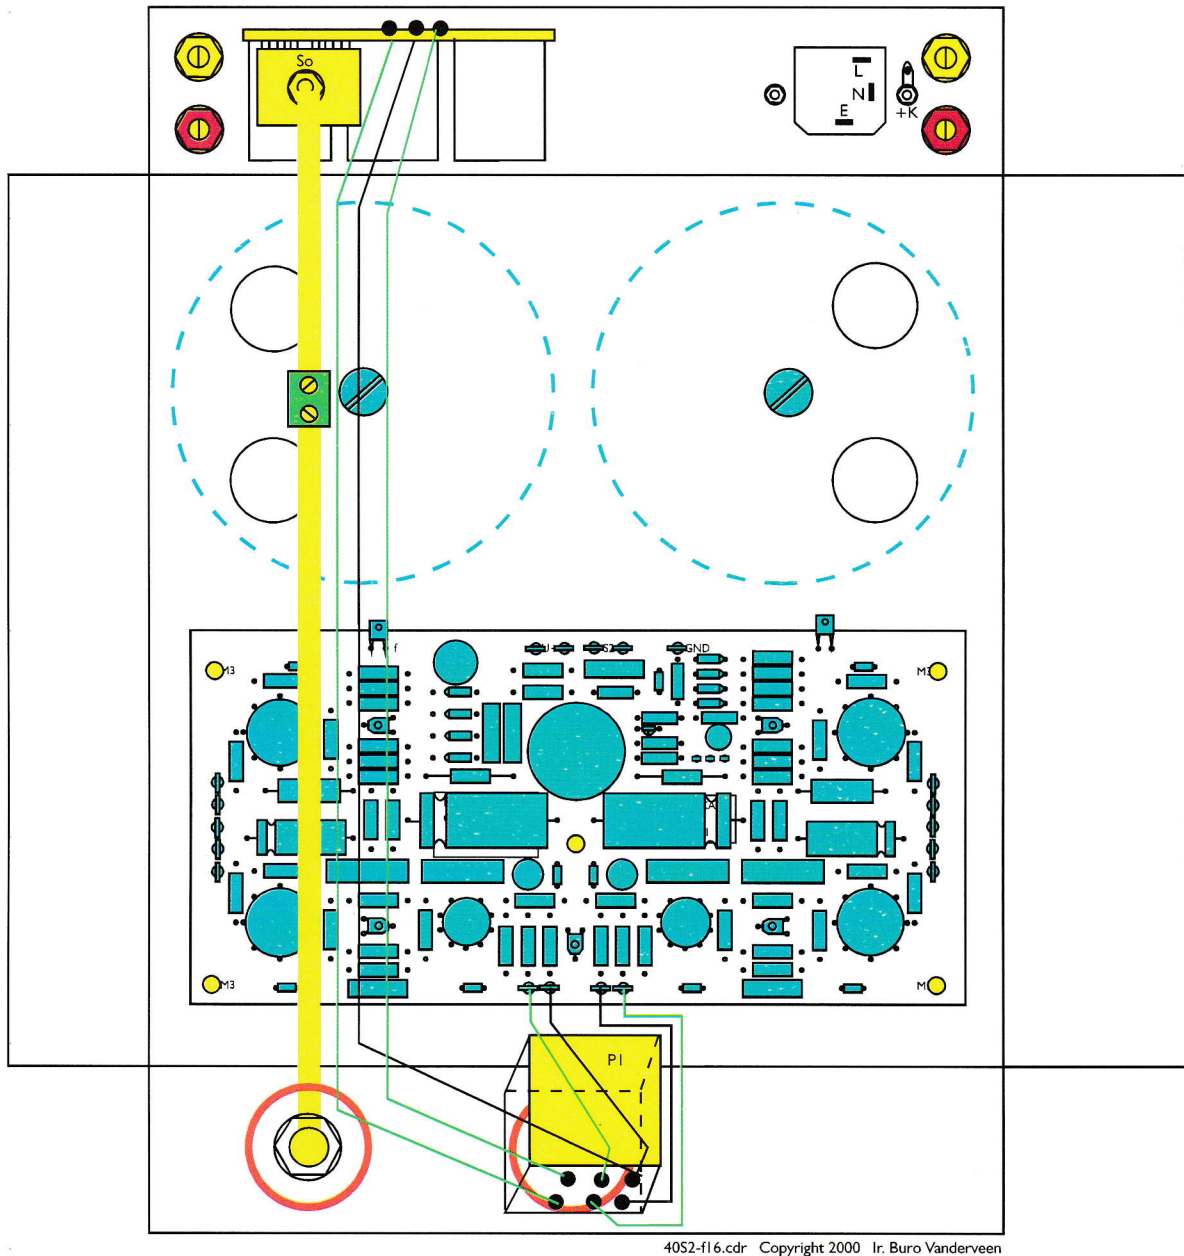

Abbildung 16
12. Das ALPS-Poti wird mit den Lötanschlüssen zu Gehäuseboden zeigend montiert (s. Abbildung 16). Die Mutter des Potis sollte recht stramm angezogen werden, um ein Mitdrehen oder Lösen des Reglers zu verhindern.
14. Schneiden Sie für die Verbindung zwischen Potentiometer und Hauptplatine zwei Stück grünen und zwei Stück schwarzen Schaltdraht von jeweils 10cm Länge ab und entfernen Sie die Isolierung an den Enden. Nach Anlöten am Poti werden die anderen Enden zu den Lötnägeln des linken bzw. rechten Eingangs auf der Hauptplatine geführt. Achten Sie darauf, Masse und heiße Leitung nicht zu verwechseln, da das Signal sonst kurzgeschlossen wird. Weitere Einzelheiten zeigt Abbildung 16. Diese Zuführungen müssen sowohl am Eingangssprint als auch am Lautstärkereger sicherheitshalber mit Kabelbindern versehen werden.